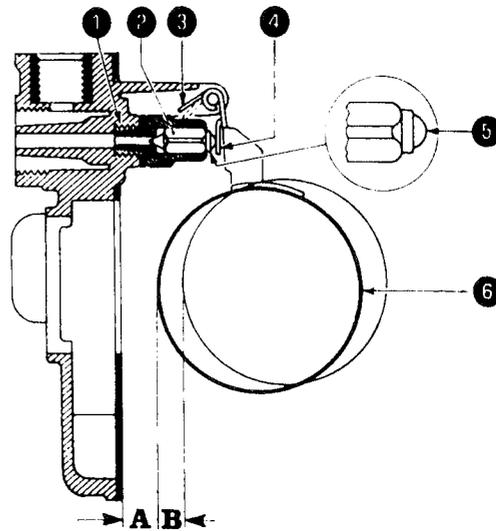

Bild 80
- Schwimmerstand einstellen. Dazu den Deckel so halten, das die Zunge des Schwimmers das Schwimmernadelventil soeben berührt (Bild 80). Mit einem Messlineal den Abstand zwischen der Deckelfläche (Dichtung aufgelegt) und den beiden Schwimmern ausmessen. Dieses Mass sollte bei den Vergasern des 1,6 Liter-Motors 7,5 bis 8,5 mm betragen, während es beim 1,8 Liter-Motor auf 7,5 mm gebracht werden sollte. Zur Korrektur ist die Zunge («3» in Bild 80) zu verstellen.
Danach den Schwimmer nach aussen ziehen, ohne ihn zu verbiegen, und den Schwimmerweg ausmessen. Das Mass sollte sich jetzt um 6,5 mm vergrössert haben, d.h. um 6,5 mm grösser sein als der Schwimmerstand (A) des betreffenden Motors. Zur Korrektur die Zunge («4» in Bild 80) vorsichtig verbiegen.